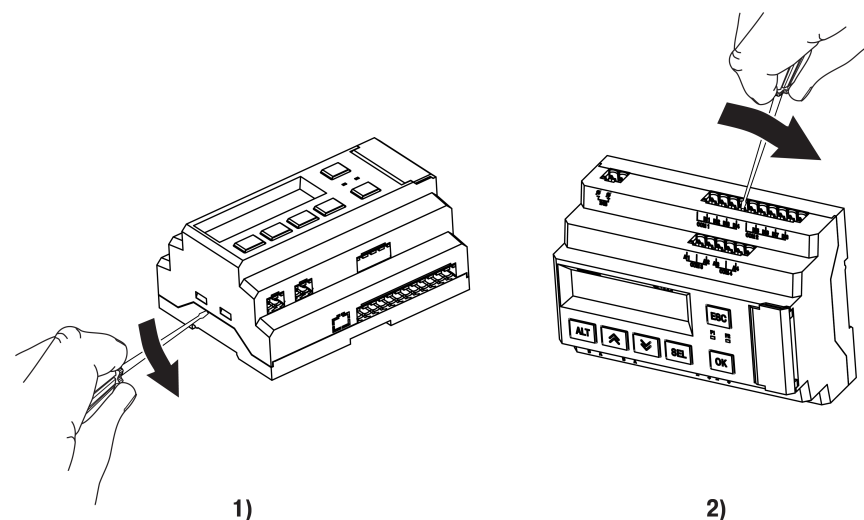

Рисунок 7.14 – Снятие верхней крышки
2. Снять верхнюю крышку. Отверткой вывести из зацепления защелки основания из отверстий в торцевых поверхностях крышки (см. рисунок 7.14, 1). Приподнять крышку над основанием.
3. Отверткой отогнуть крышку от разъемов на среднем уровне с двух сторон (см. рисунок 7.14, 2). Усилие следует прикладывать у нижних разъемов.